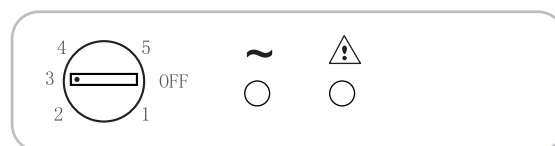

Fig. 3
1) Tourner le bouton en position « 0 » (Fig. 3).